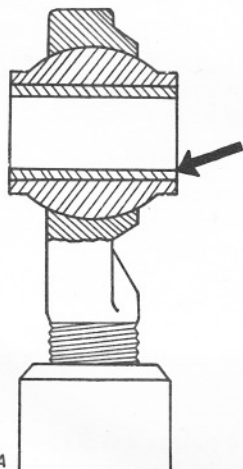

Figure 80 : Douille de la barre de poussée
- Chassez la douille (voir flèche fig. 80); barres de poussée et conservez-la.